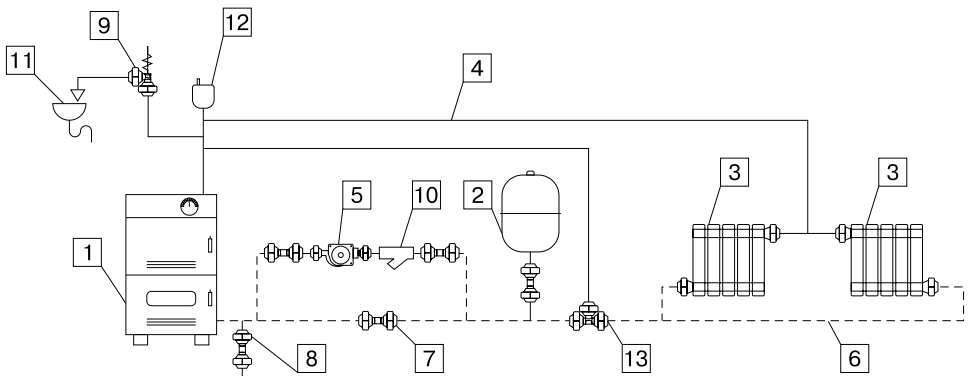
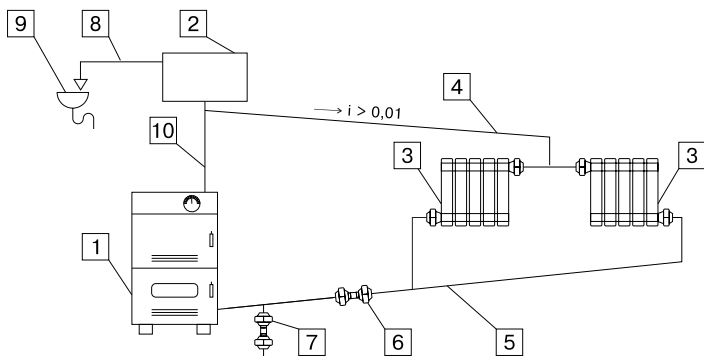

Рис.5 Схема закрытой системы отопления
Рис.6 Схема открытой системы отопления
- Разгонный участок (**Рис.6, поз.10**) должен быть вертикальным и высотой не менее 2 метров;
Типовые схемы монтажа с закрытой и открытой системами отопления представлены на **Рис.5, Рис.6**.